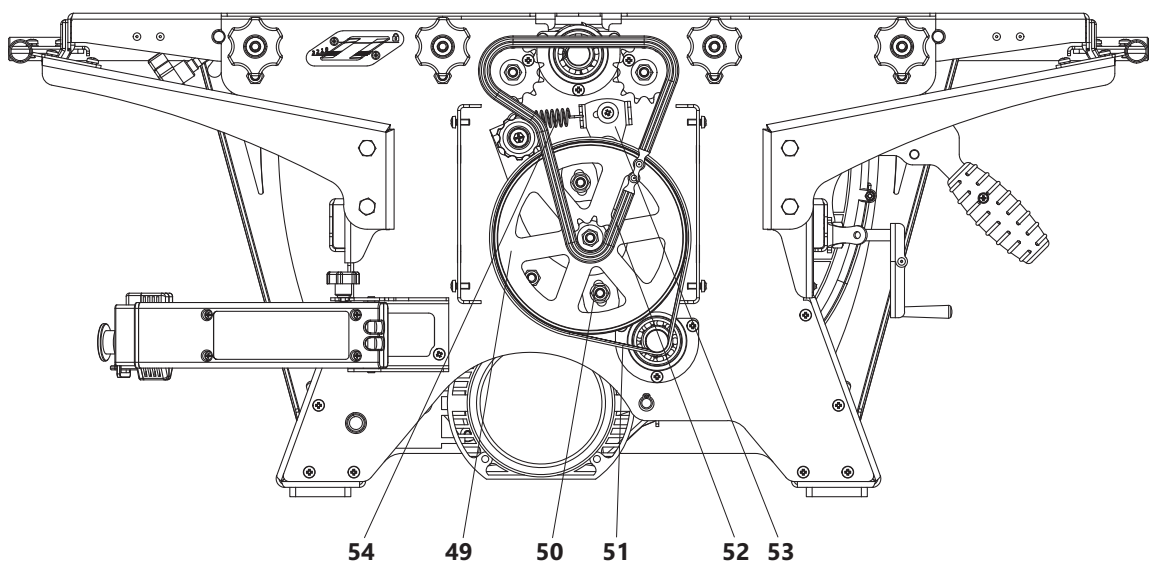

Рис. 27 Установка приводного ремня и цепи автоматической подачи при рейсмусовании
- ослабить гайки 50 крепление шкива 49 (рис. 27);
Цепь 52 автоматической подачи натягивается с помощью кронштейна 53 и пружины 54 (рис. 27).